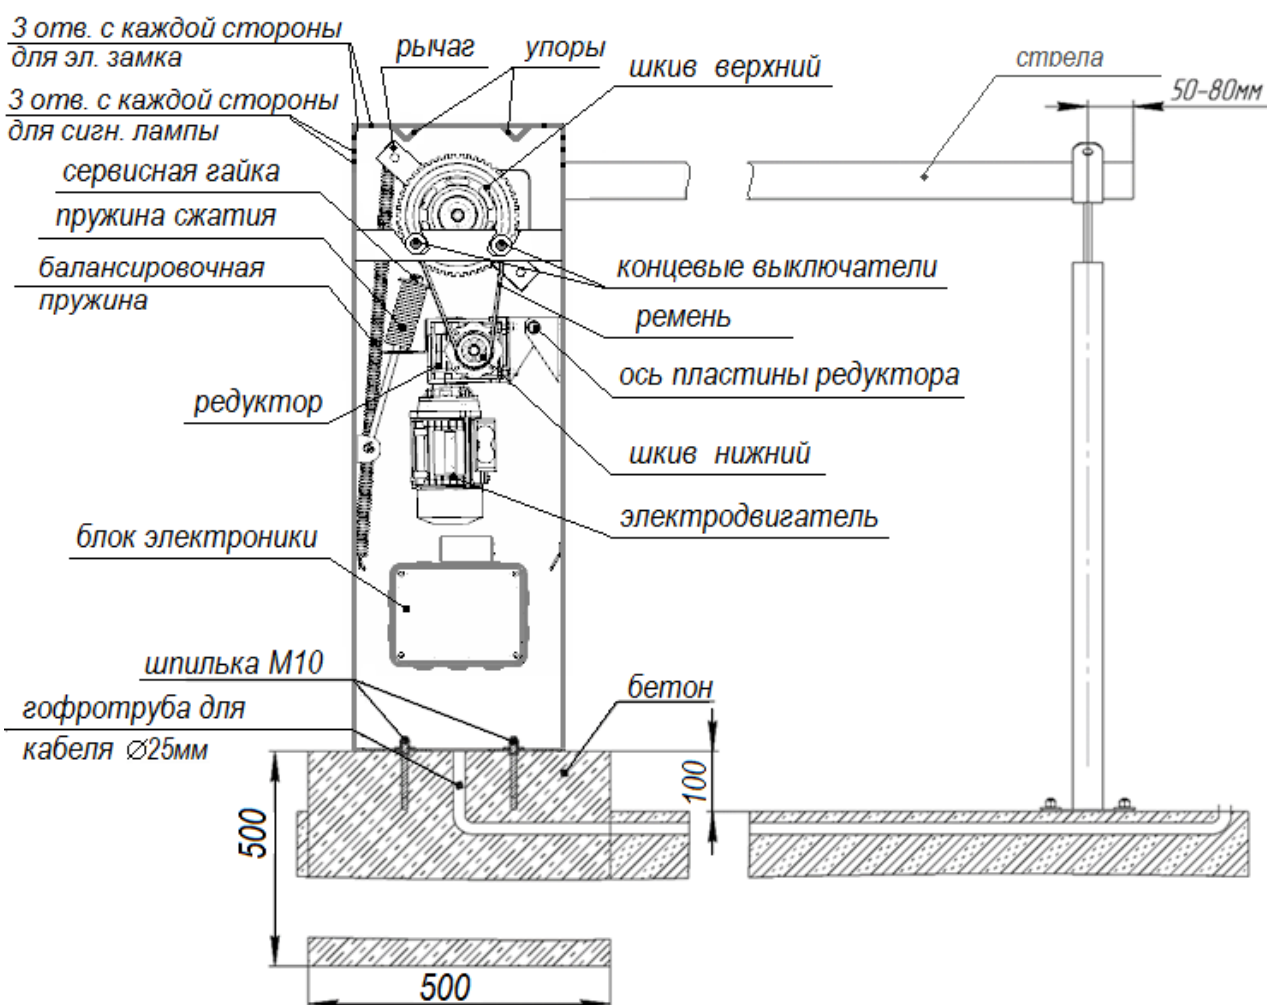

Рисунок 1
Шлагбаум следует установить на фундамент размером 500x500x500 из бетона марки не ниже М400. При заливке необходимо использовать монтажный комплект: монтажную раму и анкера, при этом каждый анкер должен выступать над поверхностью фундамента своей резьбовой частью на высоту не менее 40 мм. Сам фундамент должен выступать над уровнем проезжей части не менее 100мм (см. Рисунок 1, 2)
На производстве шлагбаума собираются в правостороннем исполнении (если смотреть со стороны крышки тумбы, стрела с права см. Рисунок 1, 2).
- * Переставить балансирующую пружину с левого крепления на рычаге и зацепе на правое крепление (см. Рисунок 1).
Концевые выключатели настраиваются таким образом, чтобы при срабатывании выключателя рычаг останавливался на расстоянии 1-2 мм от упоров, расположенных на верхней поверхности корпуса шлагбаума, не касаясь их (см. Рисунок 1).
Сигнальная лампа подключается к разъему **X3**. Напряжение ~220В. Активируется при движении стрелы шлагбаума. Лампа крепится с боку корпуса шлагбаума (см. Рисунок 1)